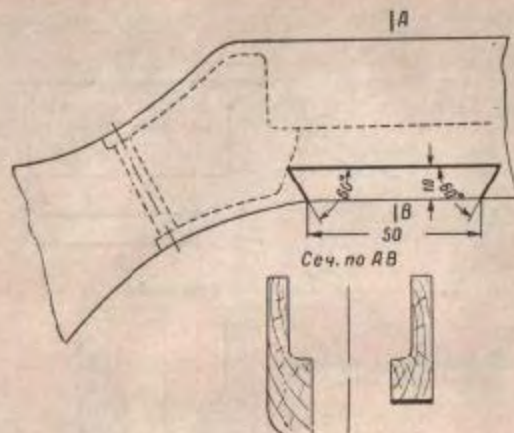
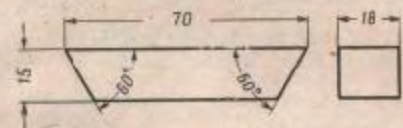
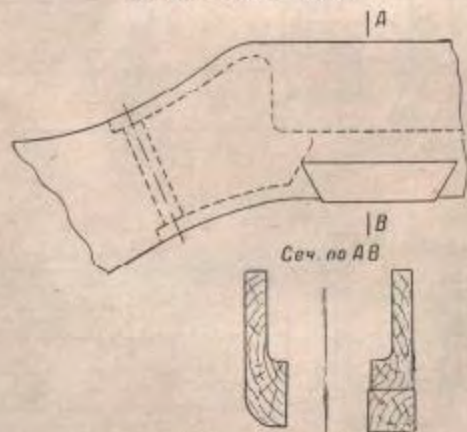
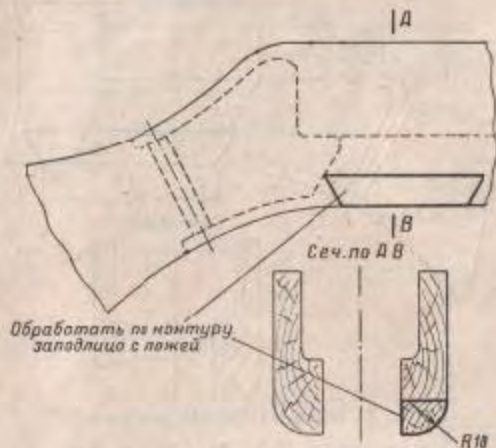

Рис. 69. Разделка пазов для вклейки
Рис. 70. Заготовка вклейки
Рис. 71. Постановка вклейки
Рис. 72. Обработка вклейки
(1) При наличии трещины или откола нижней задней части щек ложки на длине до 50 мм разделить паз для вклейки (рис. 69), изготовить вклейку (рис. 70), поставить ее на клею в паз (рис. 71) и обработать (рис. 72).